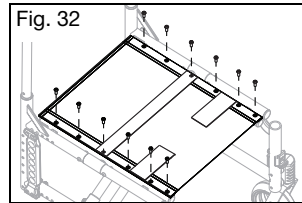

Fig. 32
2. Afloje los tornillos de cabeza de estrella (Fig. 32) en el mismo lado de la tapicería del asiento que la lengüeta de tensión ajustable.
6. Vuelva a apretar los tornillos de cabeza de estrella (Fig. 32).
1. Quite los tornillos de cabeza de estrella de 5 mm (Fig. 32) de los rieles del asiento a cada lado del chasis y déjelos a un lado.
5. Coloque de nuevo los tornillos de cabeza de estrella de 5 mm (Fig. 32) enroscándolos parcialmente en su lugar. Una vez que todos los tornillos estén posicionados en su sitio, regrese sobre cada uno de ellos y fíjelos bien.